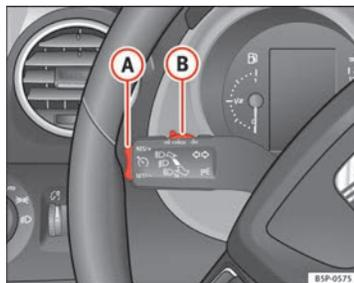

Fig. 155 Alavanca das luzes indicadoras de mudança de direcção e dos máximos: comando e botão basculante para o regulador de velocidade
- ao deslocar a alavanca (B) à posição «CANCEL» sem chegar a encaixar na posição «OFF». Quando realizada a operação «CANCEL», ao soltar o manípulo, este volta à sua posição inicial.
Para recuperar o regulador, levante o pé do pedal do travão ou da embraiagem, ou reduza a velocidade abaixo dos 180 km/h e pressione uma vez a parte superior do botão basculante RES/+ ⇒ Fig. 155 (A).